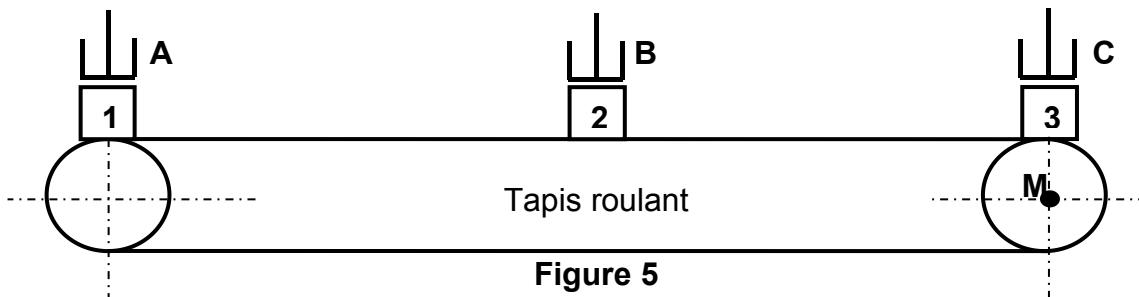

Figure 5
Une chaîne de montage désert trois (03) ouvriers A, B et C. La chaîne est constituée d'un tapis roulant animé par un moteur M voir figure 5 ci-dessous. Chaque ouvrier a à sa position un bouton poussoir qu'il actionne lorsqu'il a terminé son travail. On veut que la chaîne se déplace lorsqu'au moins deux ouvriers n'ont plus de travail.